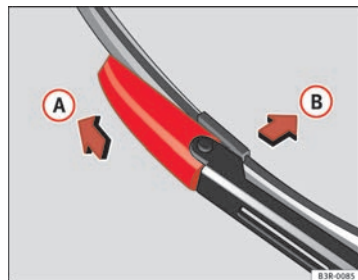

Fig. 183 Extraer la escobilla
- Desplace el elemento de bloqueo de la escobilla en la dirección de la flecha ⇒ **fig. 183 A**. Aguante al mismo tiempo la escobilla.